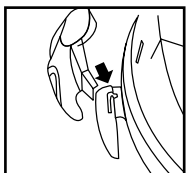

FIGURE 11
12. Insérez les onglets en forme de « J » dans les rainures du rebobineur **Figure 11.** Appuyez vers le bas jusqu'à ce que les onglets s'enclenchent en position.